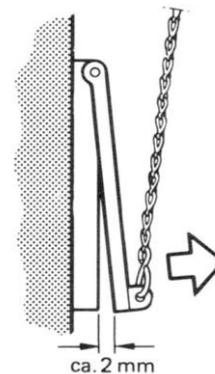

Рис.9
**Проверка работы регулятора температуры (Тягорегулятора):** Установите ручку настройки регулятора в положение, соответствующее показанию котлового термометра. Если регулятор настроен правильно, то позиция воздушной заслонки будет соответствовать рис.9
Настройте цепь регулятора заслонки так, чтобы щель составляла примерно 2 мм (толщина спички, рис.9.)